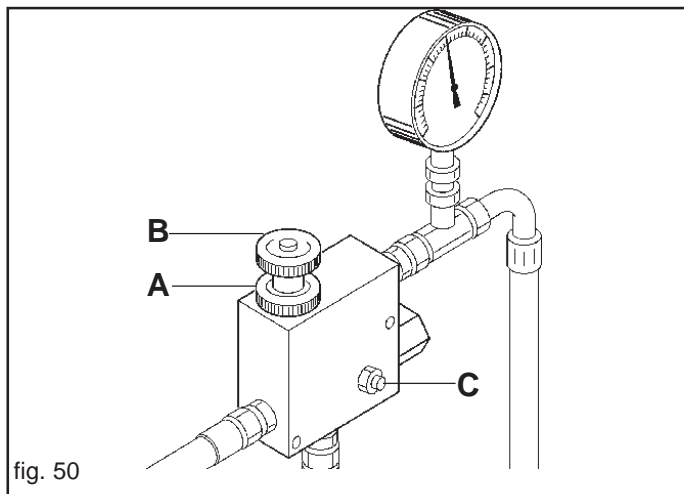

fig. 50
Se es necesario aumentar incrementar el número de revoluciones de la toma para la distribución de semillas mayor, moviendo con prudencia y atención como sigue (Fig. 50):
- afloje la rosca de bloqueo (A, Fig. 50);
- girar en sentido horario o antihorario el pomo (B) para disminuir o aumentar la presión y variando el número de revoluciones de la toma.
Está prohibido variar la posición del tornillo sin cabeza (C, Fig. 50), puede causar daños al sistema hidráulico con ruptura del motor y de la bomba.